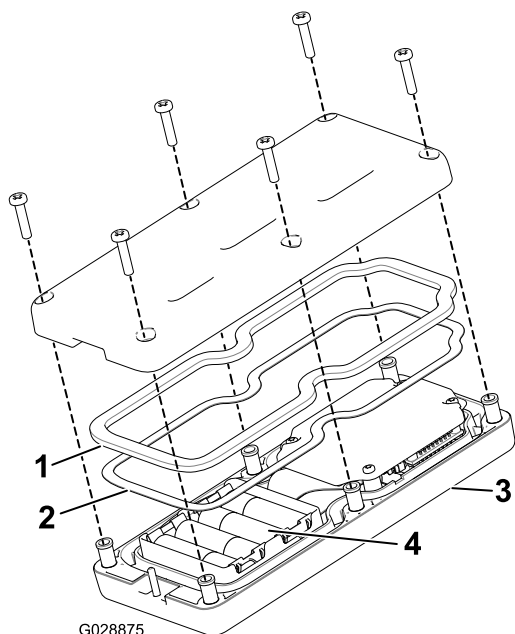

図 46
3. リモートの裏側にあるねじ6本を外してカバーを取る (図 46)。
5. 新しい電池を入れる向きに注意すること。電池を正しく入れないと、機械が損傷することはないが、操作ができない。電池を入れる箇所にはプラス・マイナスの表示がある 図 46。
6. ゴム製シールとスチール製のガスケットを外してしまった場合は、これらを注意深く溝にセットする (図 46)。
7. カバーを元通りに取り付け、先に取り外したねじ6本を使って固定し 図 46、各ねじを 1.5~1.7N・m 0.15-0.17 kg・m = 13~15 in-lb にトルク締めする。